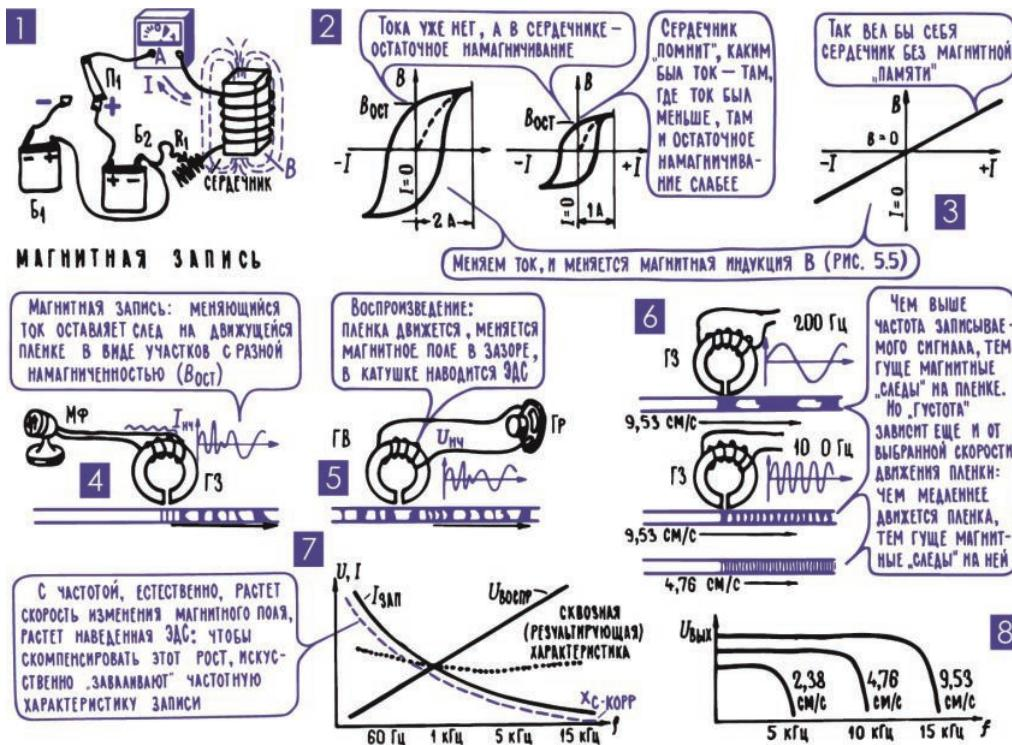

Рис. 13.13. Принципы магнитной записи
*22. Магнитная фонограмма: изменения звукового давления записаны в изменениях намагченности участков ленты из ферромагнитного материала.* Чтобы понять физическую основу магнитной записи звука, нужно обратиться к явлению, хорошо известному из повседневного опыта, – к остаточной намагченности. Иголка после соприкосновения с постоянным магнитом сама намагничивается, становится своего рода постоянным магнитом. Стальной сердечник, вставленный в катушку, по которой идет постоянный ток, сохранит некоторые остаточные магнитные свойства и после того, как ток в катушке прекратится. Все это и есть остаточный магнетизм, он связан с тем, что элементарные магнитики, однажды повернувшись под действием внешнего магнитного поля (гл. 5; 6), не полностью возвращаются в исходное положение, когда это внешнее поле исчезает; нужно приложить внешнее поле обратного направления, чтобы размагнитить кусок стали. Но когда это поле исчезнет, появится остаточная намагченность другой полярности, более слабая, чем первоначальная. Чтобы полностью размагнитить стальной предмет, его помещают в магнитное поле, созданное переменным током, и медленно вытаскивают этот предмет из меняющегося поля. Само явление остаточной намагченности называют гистерезисом, а график, который показывает, как идет процесс намагничивания, за свою форму получил название петли гистерезиса (рис. 13.13; 2).
11 В быту это касается только высококачественных катушечных магнитофонов, причем, как правило, при достаточно высокой скорости движения ленты (19 см/с). Кассетные деки и тем более переносные магнитофоны с кассетами в принципе не могут обеспечить качество звучания, приближающееся к качеству «виниловых» проигрывателей (см. рис. 13.13; 8, а также в разделе 25 частотные характеристики записи на ленту при различных скоростях).
На графиках рис. 13.13; 2 видно, что остаточная намагниченность  $B_{ост}$  (то есть намагниченность после прекращения тока) будет разной при разных значениях намагничающего тока. От этих графиков до магнитной записи звука остается буквально один шаг. К катушке, намотанной на сердечник с воздушным зазором, подводим низкочастотный переменный ток  $I_{нч}$  (рис. 13.13; 4), электрическую копию звука. Если протягивать мимо воздушного зазора стальную ленту, то меняющийся ток, точнее его меняющееся магнитное поле, создаст в различных участках ленты разную остаточную намагниченность: в те моменты, когда по катушке шел более сильный ток, намагниченность будет побольше; с уменьшением тока будет ослабевать и остаточная намагниченность. В итоге изменения намагниченности стальной ленты будут точно повторять изменения тока (а значит, звукового давления) во времени. Так же, как на пластинке, летопись звука
Замыкаясь через участок пленки, прилегающий к узкому зазору, магнитное поле оставляет на пленке очень узкий след, и запись ведется экономно, мелкими штрихами. А значит, пленку можно протягивать довольно медленно и на сравнительно небольшом куске пленки долго вести запись (рис. 13.13; 6).
**25. Верхняя граничная частота записи определяется скоростью движения пленки и шириной рабочего зазора в головках.** Владельцу магнитофона во всех случаях хотелось бы, чтобы пленка двигалась как можно медленнее, то есть чтобы одна кассета или катушка с пленкой звучала как можно дольше. Но скорость движения пленки нельзя выбирать произвольно, она определяет ту наибольшую частоту, которую удается записать на фонограмме и которая определяет качество звучания магнитофонной записи. Чем более высокую частоту мы хотим записать, тем больше должна быть скорость пленки. Практически эту скорость выбирают с таким расчетом, чтобы фонограмма одного колебания самой высокой записываемой частоты по длине пленки занимала больше места, чем сам зазор магнитной головки (рис. 13.13; 6).
стандартом скорости удается получить такие предельные частоты записи и воспроизведения: скорость 19,05 см/с – предельная частота около 18 кГц, скорость 9,53 см/с – частота 12,5 кГц, скорость 4,76 см/с – примерно 8 кГц и скорость 2,38 см/с – предельная частота около 5 кГц. Во многих магнитофонах предусмотрены две, а то и три скорости записи и воспроизведения, и, конечно, при меньшей скорости пленки звучат дольше, а частотная характеристика в области высших частот «кончается» раньше (рис. 13.13; 8). Нужно сказать, что магнитная пленка постепенно стирает головку, и ее характеристики в какой-то степени меняются.